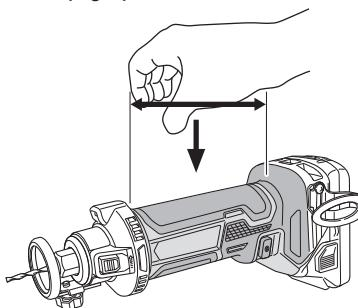

Fig. 1
- 10. Asegúrese de sujetar correctamente la herramienta durante la operación. De lo contrario, podrían producirse accidentes o lesiones. (Fig. 1)**